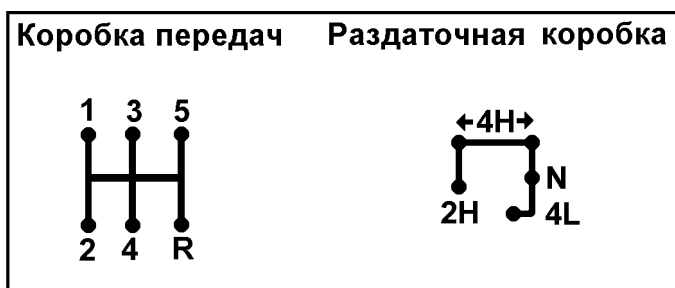

Рис. 3.7. Положения рычагов коробки переключения передач и раздаточной коробки:
**22 -рычаг включения переднего моста и понижающей передачи.** (Положения рычага см. на рис. 3.7).